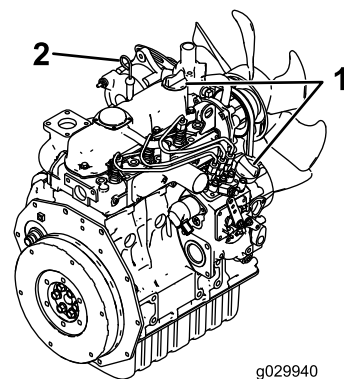

Рисунок 25
4. Очистите поверхность вокруг масломерного щупа и крышки маслозаливной горловины (Рисунок 25).